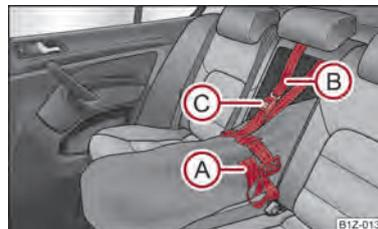

Fig. 88 Segurança do saco de esquis removível
- Aperte a cinta de fixação (A) na extremidade livre, à volta dos esquis, antes das fixações ⇒ Fig. 88.
- Passe a cinta de segurança (B) pela abertura do encosto do banco, à volta da parte superior do encosto.
- Coloque a cinta de segurança (B) no fecho (C) até a ouvir encaixar.